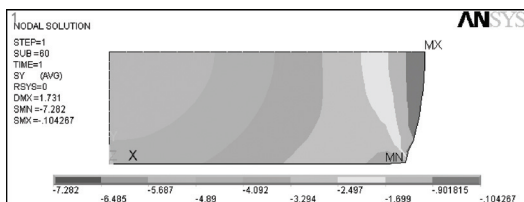

图 5-143 Y 方向应力等值线图
7) 选择 Main Menu | General Postproc | Plot Results | Contour Plot | Nodal Solu 命令, 出现 Contour Nodal Solution Data 对话框, 在 Item to be contoured 列表框中选择 Nodal Solution | Stress | Y-Component of stress, 单击 OK 按钮, ANSYS 窗口将显示如图 5-143 所示的 Y 方向应力等值线图。